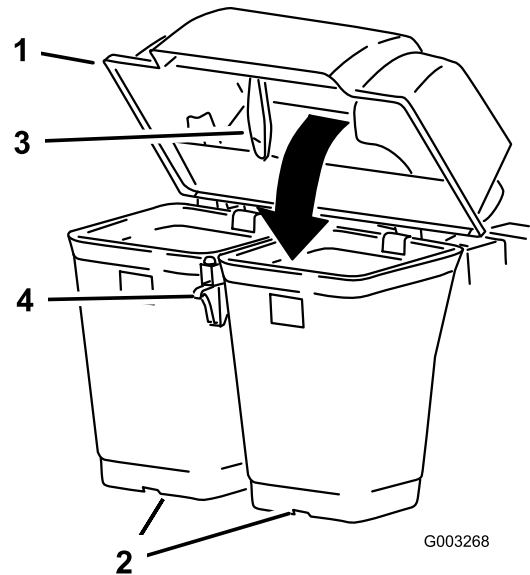
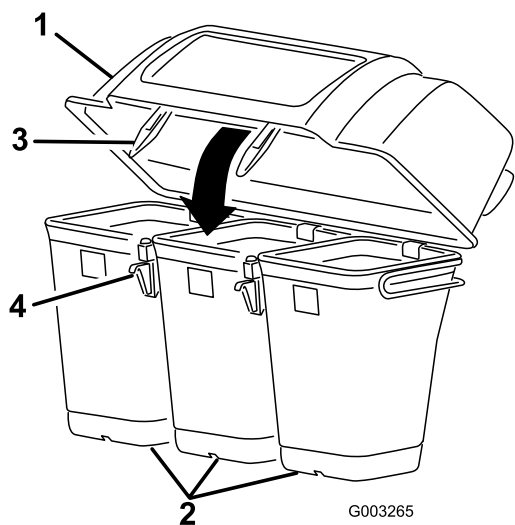

Figure 9
Figure 10
7. Abaissez le capot du système de ramassage sur les bacs (Figure 9 ou Figure 10).